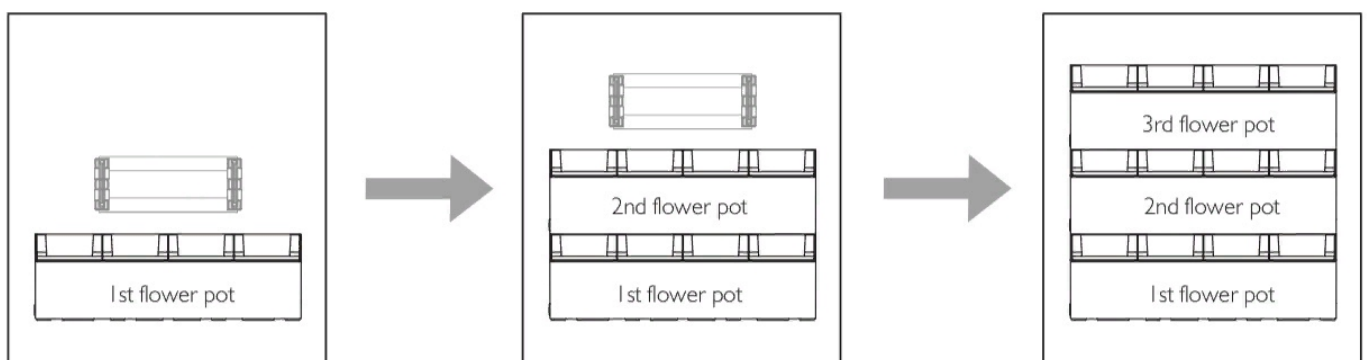

Рис. 14.1
- Начните с установки монтажных кронштейнов самого нижнего уровня, затем оденьте на кронштейн корпус фитомодуля. Убедитесь в том, что нижний модуль надежно закреплен, прежде чем начать установку верхнего модуля. См. (рис.14.1)